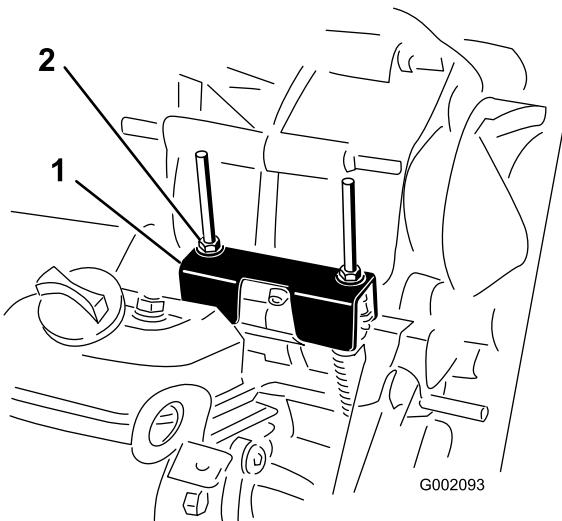

図 52
定期整備を行う時やエンジンの故障診断を行う時には、トランスアクスルをニュートラルにシフトしておく必要があります図 52。トランスアクスルをニュートラル位置にするにはシフトレバーをニュートラル位置にします。以下の操作を行って、ニュートラルでシフトレバーが正常に機能することを確認してください
2. ニュートラルブラケットがニュートラル位置シフトブラケットの下にあるケーブル取り付けブラケットと面一になっていることを確認する図 52。
3. ロックナットのひとつ図 52を回して、ナットワッシャの底面とニュートラルブラケットとの間のすきまが 0.76-1.52 mm になるように調整する。